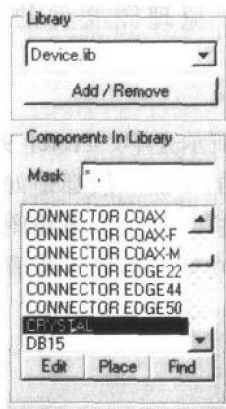

图 2.2 选取元件 CRISTAL
2. 在 Device 元件库中选取晶振模型 CRYSTAL (如图 2.2 所示)，双击将其放置在图上。